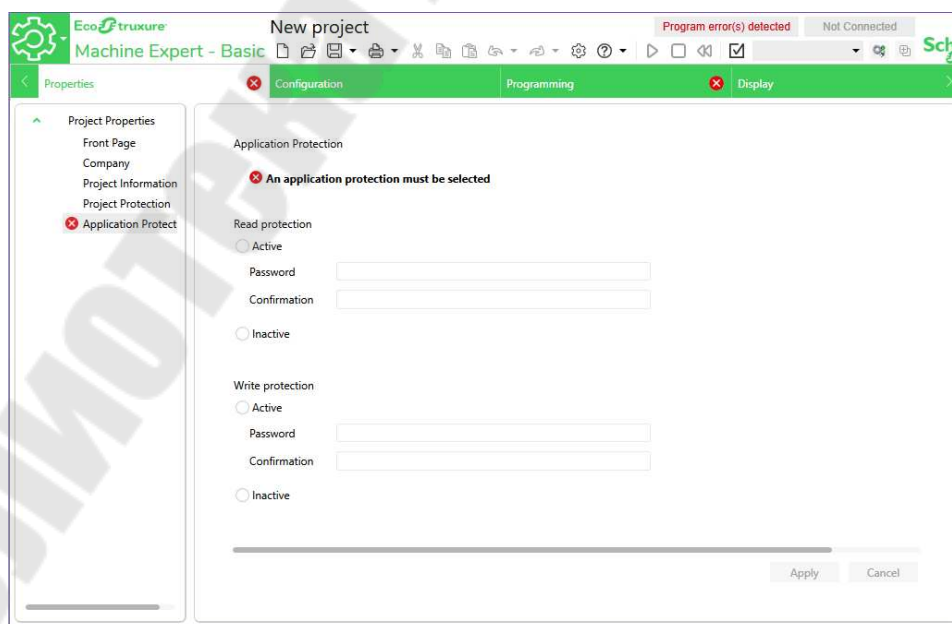

Рис. 8.12. Вкладка свойств
2. На вкладке свойств (*Properties*) (рис. 8.12), в разделе *Application Protect*, в пунктах защита чтения (*Read protection*) и защита записи (*Write protection*) установить режим *Active* и записать пароль (например, 0000). Также возможно выбрать опцию *Inactive*. В этом случае, парольная защита не будет действовать. Но если ранее был установлен пароль, потребуется его ввести для снятия защиты.